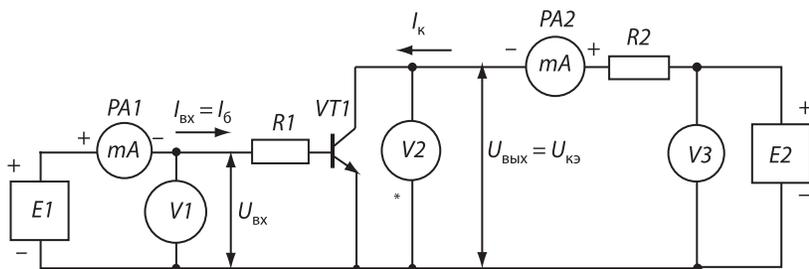

Рис. 2.2
12. Собрать схему, изображенную на рис. 2.2. Установить $R1 = 600$ Ом, $R2 = 120$ Ом.